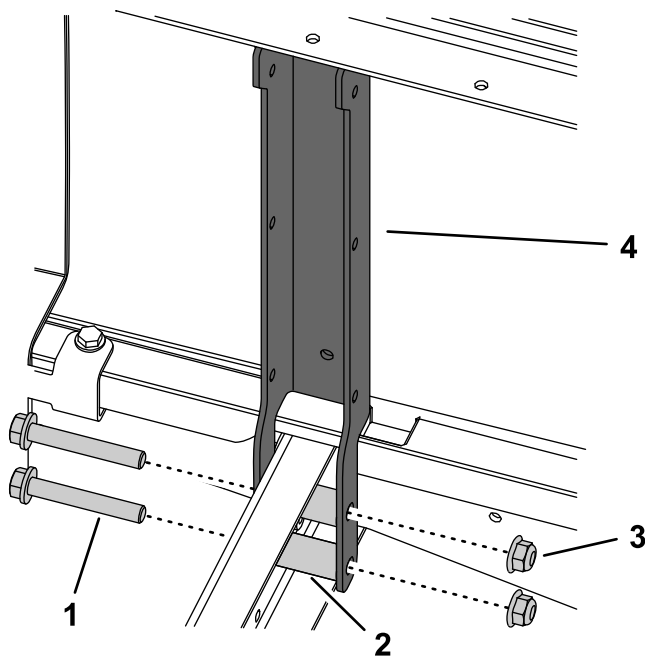

Figure 5
6. Retirez les 2 boulons (3/8" x 2 1/2"), 2 écrous (3/8") et les 2 entretoises des deux profilés de support arrière du siège (Figure 5). Déposez les profilés.